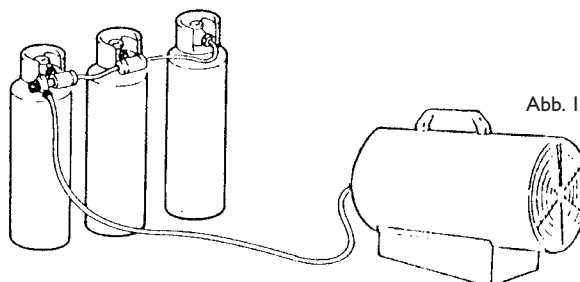

Abb. 1
- Um dies zu vermeiden, eine größere Flasche oder mehrere miteinander verbundene Flaschen verwenden (Abb.1).